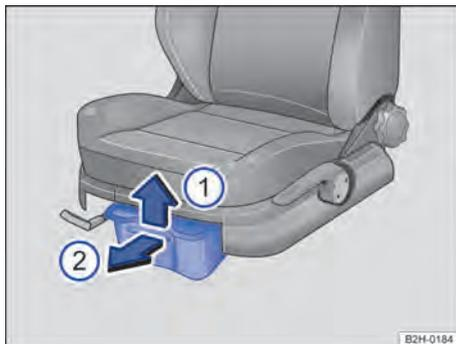

Fig. 115 Porta-objetos sob os bancos dianteiros: porta-objetos com gaveta.
- Levantar a gaveta → Fig. 115 ① e abrir puxando para frente → Fig. 115 ②.
- Empurrar a gaveta no sentido anti-horário até o batente sob o banco dianteiro → Fig. 115 ②.